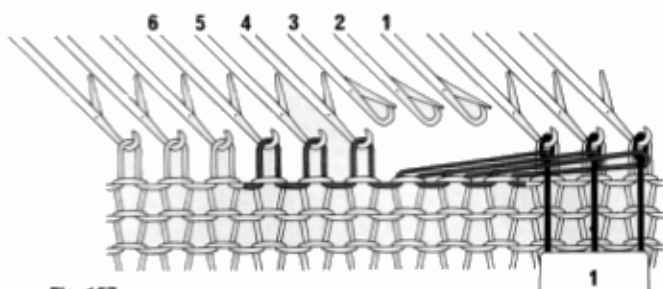

Fig. 157
- Recueillir sur le 1^o poinçon les mailles des aiguilles 1 - 2 - 3. Déplacer ce poinçon vers la droite et en accrocher les chas dans les crochets des aiguilles voisines de droite. Lâcher le poinçon n^o 1 et le laisser pendre le long du tricot (fig. 157),